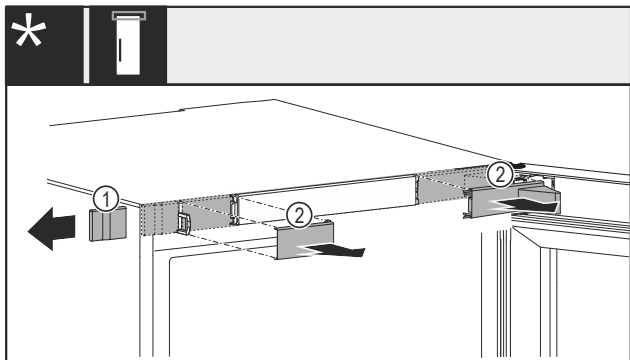

Fig. 13 S mechanickým nebo elektrickým zámkem*
- ▶ Opatrně sejměte kryt Fig. 13 (1) ze strany.*
- ▶ Opatrně sejměte kryty Fig. 13 (2) směrem dopředu.*